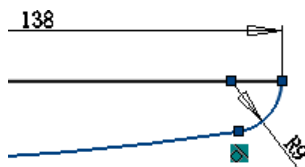

图 4-86 相切约束
- 04 单击【草图】选项卡中的【添加几何关系】按钮，将如图 4-86 所示的两条圆弧添加“相切”约束。